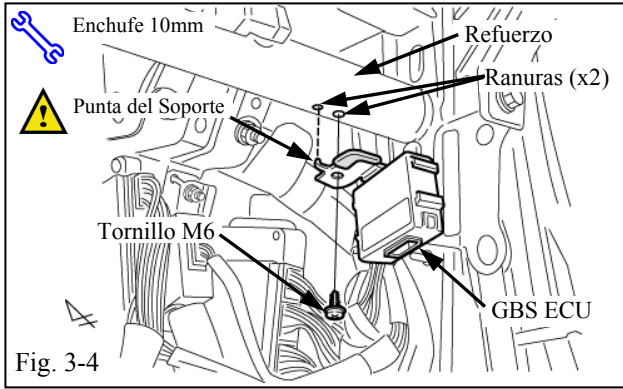

Fig. 3-4
- (d) Utilice 1 Tornillo Roscado M6 para instalar el GBS ECU en el Brazo de Refuerzo, en la parte alta del lado derecho del Área de la Guanterera (Fig. 3-4).
(1) Asegúrese que la Punta del Soporte de Escuadra asiente correctamente en su lugar.